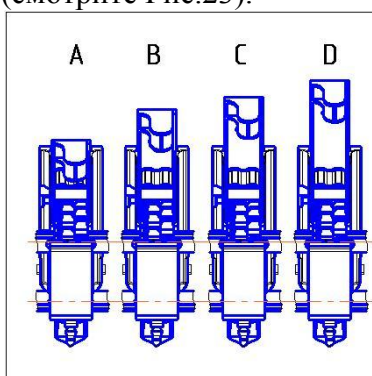

Рис.56
2. Установите заслонку (Рис. 56) на табличное значение (смотрите Рис.23).
Заслонки (Рис. 56) фиксируются в четырех позициях: